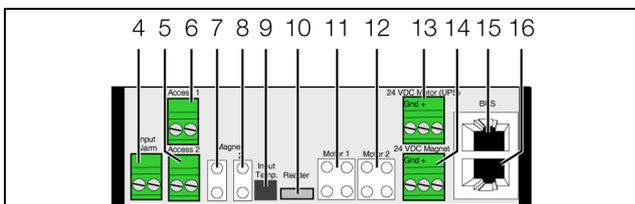

Abb. 9: Rückseite des Door Control Moduls
- Schließen Sie je nach Türtyp das zugehörige Magnet Door Kit der Fronttür (Abb. 9, Pos. 7) sowie der Rücktür (Abb. 9, Pos. 8) an. Alternativ können VX IT Türen mit ADO / Entlüftungskappen angebunden werden.
- Schließen Sie am Anschluss für die Spannungsversorgung des Magnet Door Kit ein Netzteil (DK 7030.060) an (Abb. 9, Pos. 14). Nutzen Sie für dieses Netzteil die gleiche Spannungsversorgung wie für die zu schützenden Komponenten (z. B. Server).
- Stecken Sie den externen Temperaturfühler hinten am Anschluss des Door Control Moduls an (Abb. 9, Pos. 9) und führen Sie den Messfühler zur gewünschten Messstelle.
- Schließen Sie die Door Kit Extension für die Fronttür (Abb. 9, Pos. 11) und die Rücktür (Abb. 9, Pos. 12) an.
- Schließen Sie am Anschluss für die Spannungsversorungen der Door Kit Extension ein weiteres Netzteil (DK 7030.060) an (Abb. 9, Pos. 14).
- Schließen Sie ggf. am Alarmeingang (Abb. 9, Pos. 4) z. B. den Meldeausgang einer Brandmeldeanlage oder einer Gebäudeleittechnik an.
- Schließen Sie ggf. einen Door Taster oder einen Door Komfortgriff mit Öffnerfunktion zum manuellen Öffnen der Fronttür (Abb. 9, Pos. 6) sowie der Rücktür (Abb. 9, Pos. 5) an.
- Schließen Sie ggf. alternativ zu einem Door Taster oder einem Door Komfortgriff mit Öffnerfunktion für eine Zugangskontrolle ein entsprechendes CMC III-Lesegerät (Zahlencodeschloss oder Transponderleser) zum manuellen Öffnen der Türen an (Abb. 9, Pos. 10).
- Verbinden Sie das Door Control Modul über ein CAN-Bus-Verbindungskabel mit einer CAN-Bus-Schnittstelle der CMC III Processing Unit bzw. der benachbarten Komponente im CAN-Bus (Abb. 9, Pos. 15). Folgende CAN-Bus-Verbindungskabel aus dem CMC III Zubehörprogramm können verwendet werden: